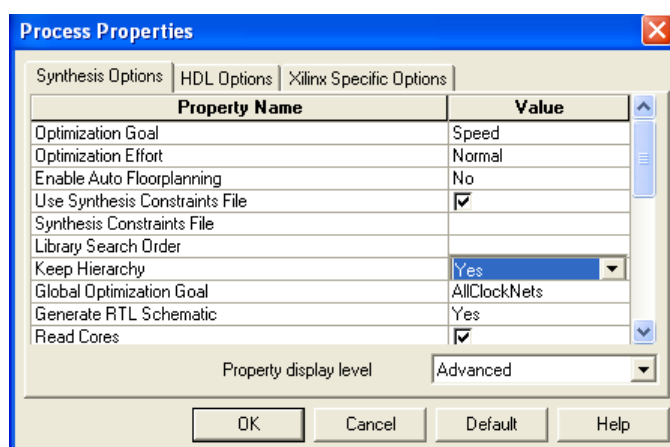

Рис. 3. Свойства Процесса Synthesis
- ❶ В окне Processes для Source, нажмите правую кнопку мыши на **Synthesize** и выберите **Properties**
- ❷ Установите для строки Keep Hierarchy значение Yes как показано на **Рис. 3**
- ❸ Нажмите <OK> и синтезируйте дизайн заново
- ❹ В поле для поиска наберите **Timing Summary** и нажмите <Enter>
- ❺  5. Сделайте заметку об ожидаемой тактовой частоте для дальнейшего сравнения.
- ❻ В поле для поиска введите **Device Utilization** в окне **Find** и нажмите **Next**
- ❼  6. Введите числа об используемых ресурсах в таблицу